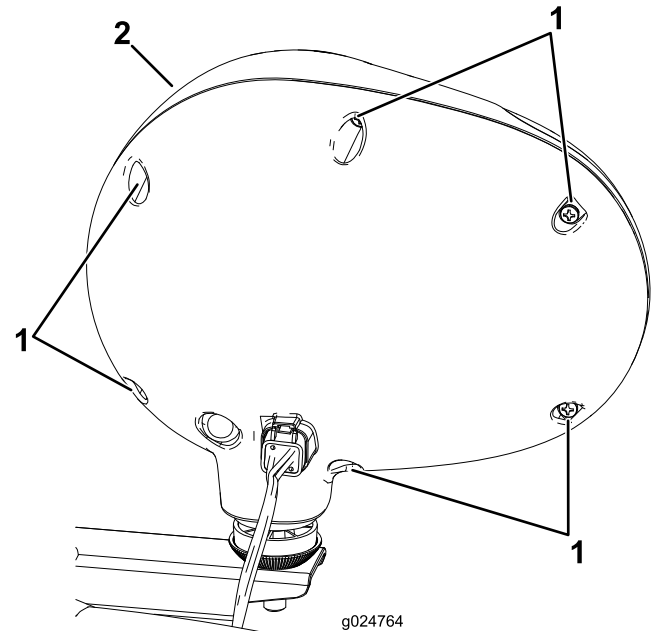

Figura 69
2. Retire los 6 tornillos que sujetan el faro (Figura 69).
3. Retire la tapa del faro (Figura 69).